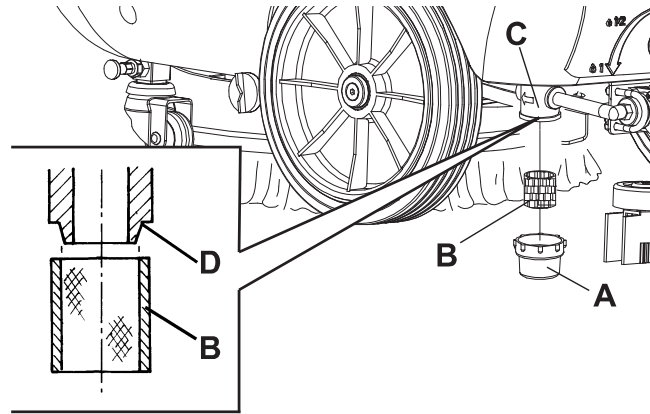

Abbildung 8
1. Reinigungslösungstank (32) wie im entsprechenden Abschnitt erläutert entleeren.
4. Den durchsichtigen Deckel (A, Abb. 8) und Siebfilter (B) entfernen. Reinigen und in der Halterung (C) anbringen.